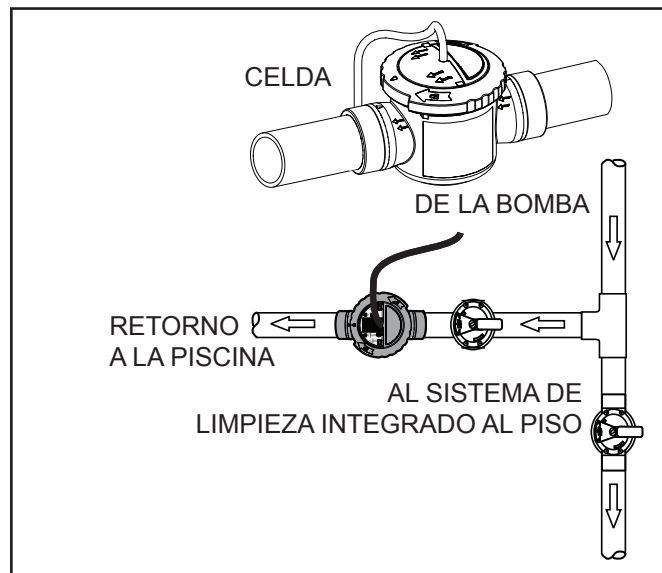

Figura 5. Nueva hidráulica de la piscina para sistemas integrados al piso
**NOTA** No instale el clorador en sistemas integrados al piso que no tengan un retorno hacia la piscina dedicado, como se muestra en la figura 5.